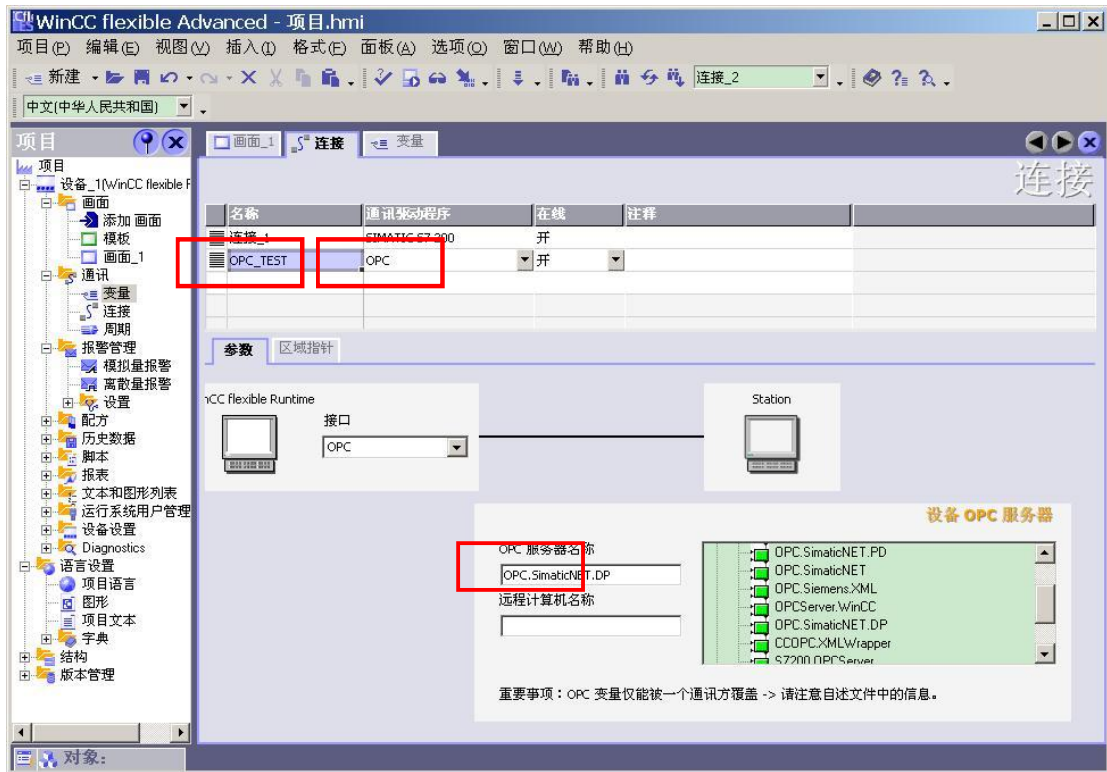

图 53 添加连接，指向 OPC 服务器
1. 新建 WinCC Flexible RT 项目，在“通讯”—“连接”中新建一个连接并命名为“OPC_TEST”，“通讯驱动程序”选择“OPC”，在线状态设为“开”，OPC 服务器选择“OPC.SimaticNET.DP”，如图 53 所示。